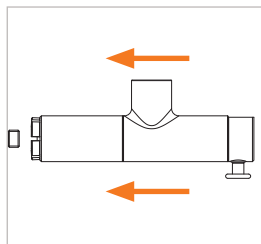

Figure 10
▶ Insérez le connecteur, avec le bouton de soupape (Pos. 4) comprimé, dans l'axe sur la pièce d'essai jusqu'à ce que le joint frontal (Pos. 7) entre en contact avec la pièce d'essai (Figure 10). Le joint frontal est ainsi préservé des dommages causés par d'éventuels bords saillants de la pièce d'essai et le bon raccordement est garanti.